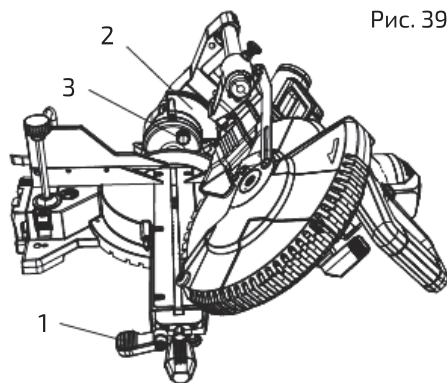

Рис. 39
1. Ослабить рукоятку блокировки наклона (1), повернув ее наверх (рис. 39).
2. Наклонить режущий блок на требуемый угол, используя шкалу наклона (2).
3. Диск можно расположить под любым углом – от 90° прямого распила (0° на шкале) до наклона влево на 45°. Затянуть рукоятку блокировки наклона (1), чтобы зафиксировать дисковый узел в заданном положении.
Неподвижные упоры позволяют выставить угол на 0; 33,9 и 45° (см. рис. 39).
1. Нажать на штифт фиксации наклона 33,9° (3) в направлении задней части станка (рис. 39).
2. Ослабить рукоятку наклона (1).
3. Поворачивать режущий узел до тех пор, пока он не упрется в штифт фиксации наклона на 33,9° (3) и угол на шкале наклона (2) не будет равен 33,9°.
4. Затянуть рукоятку фиксации наклона (1) перед началом распила.